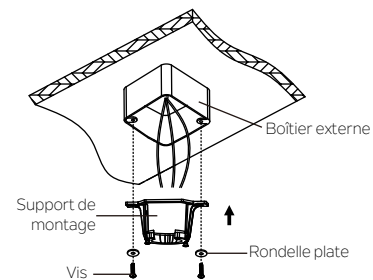

Fig. 5
Étape 1. Avant de fixer le ventilateur au boîtier externe (non fournie), assurez-vous que le boîtier externe est solidement fixé à au moins deux points d'un élément de plafond structural (une boîte libre fera vaciller le ventilateur). Faites passer les fils d'alimentation de 120 volts du boîtier de sortie au plafond par le centre du support de montage au plafond. Installez le support de montage du boîtier externe dans le plafond à l'aide des vis et des rondelles fournies avec le boîtier externe. (Fig. 5)